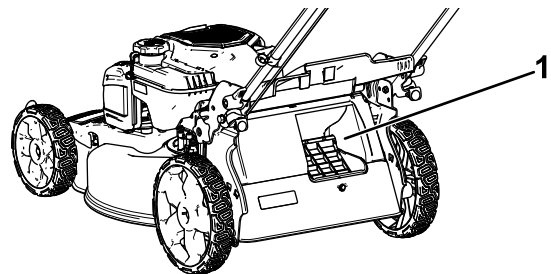

Figura 18
**Importante:** Para asegurar un funcionamiento correcto, apague el motor, espere a que se detengan todas las piezas en movimiento, y luego retire cualquier recorte de hierba y otros residuos de la tapa de ensacado bajo demanda y del hueco adyacente (Figura 18) antes de mover la palanca de ensacado bajo demanda de una posición a la otra.